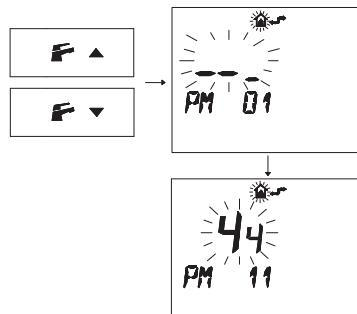

Рисунок 5.39
- Нажмите кнопку **◀ ▾** или **▶ ▾**, чтобы вывести на дисплей параметр "**PM11**" пост-циркуляции насоса (Рисунок 5.39).